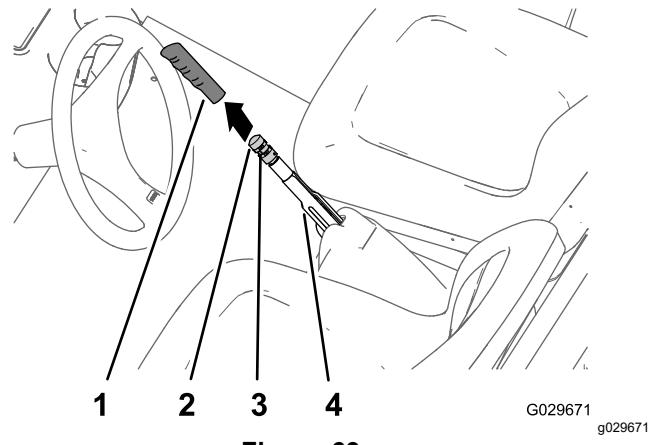

Figura 63
1. Rimuovete l'impugnatura dalla leva del freno di stazionamento (Figura 63).
2. Allentate la vite a pressione che fissa la manopola di regolazione del freno alla leva del freno di stazionamento (Figura 63).
3. Ruotate la manopola di regolazione del freno fino a raggiungere una forza pari a 133–156 N per inserire la leva del freno di stazionamento (Figura 63).
4. Serrate la vite a pressione e montate l'impugnatura (Figura 63).
2. Allentate la vite di fermo (Figura 63) che fissa la manopola di regolazione del freno alla leva del freno di stazionamento, disinserite il freno di stazionamento e allentate la manopola di regolazione del freno.
5. Ruotate la manopola di regolazione del freno (Figura 63) fino a quando non è necessaria una forza pari a 133–156 N per inserire la leva del freno di stazionamento.
C. Ruotate la manopola di regolazione del freno (Figura 63) fino a quando non è necessaria una forza pari a 133–156 N per inserire la leva del freno di stazionamento.
- Serrate la vite a pressione e montate l'impugnatura (Figura 63).